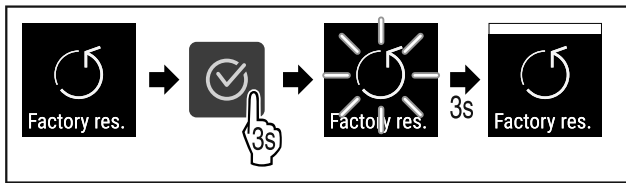

Fig. 127
- ▶ Hajtsa végre a művelet lépéseit (lásd Fig. 127) .